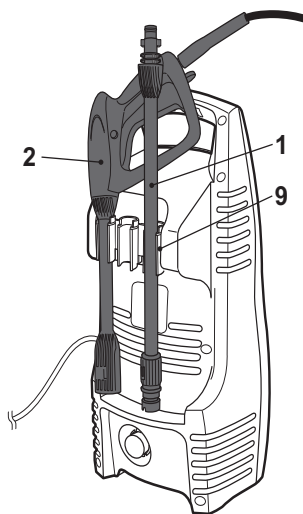

Fig. 14
- > Desmonte a lança de pressão (1) da pistola de pulverização (2) e remova a mangueira de pressão (3).
- > Prenda a lança de pressão (1) e a pistola de gatilho (2) no suporte do acessório (9) (Fig. 14).